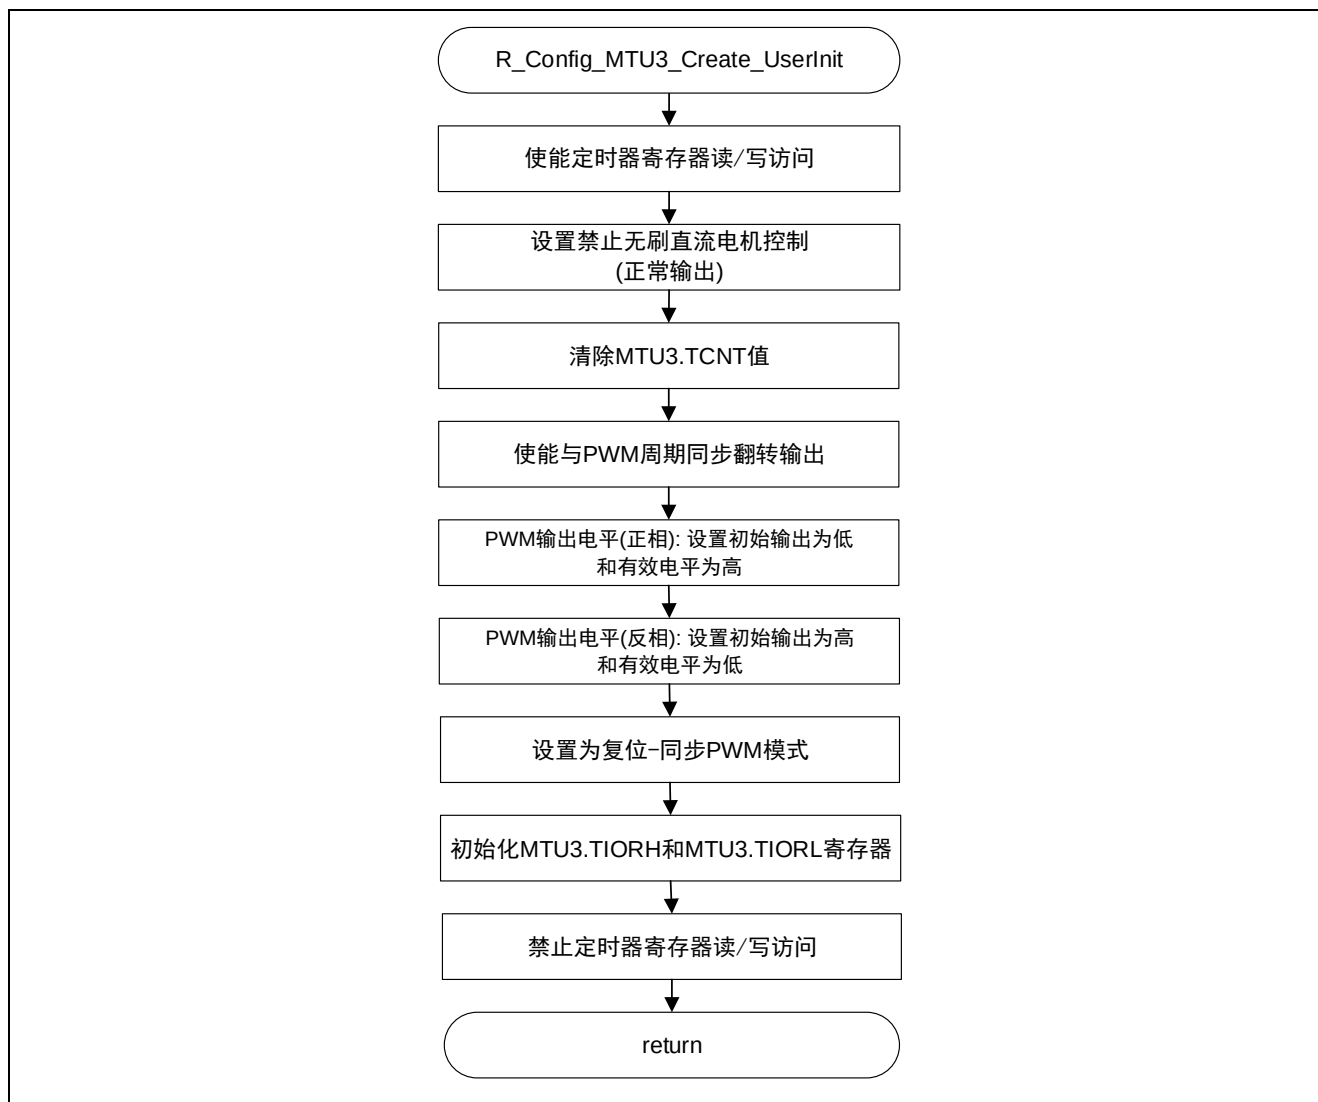

图 3.50 MTU3 用户初始化函数
注：使用正常模式定时器组件生成代码后，在 MTU3 用户初始化函数 R_Config_MTU3_Create_UserInit 中设置复位同步 PWM 模式。有关寄存器设置的详细信息，请参考图 3.50。
- 注 1: 使用正常模式定时器组件生成的代码输出 TIOR 寄存器设置。复位同步 PWM 模式的 PWM 输出电平在 TOCR1A 寄存器中设置, 而不是在 TIOR 寄存器中设置。因此, 不需要初始化 TIOR 寄存器, 并分别在用户初始化函数 `R_Config_MTU3_Create_UserInit` 和 `R_Config_MTU4_Create_UserInit` 中设置 TOCR1A 寄存器。有关 `R_Config_MTU3_Create_UserInit` 函数的详细信息, 请参考图 3.50, 有关 `R_Config_MTU4_Create_UserInit` 函数的详细信息, 请参考图 3.51。
在此示例代码中，对于使用正常模式定时器组件生成的代码，必须在 MTU3 用户初始化函数 R_Config_MTU3_Create_UserInit 中将定时器模式设置改变为复位同步 PWM 模式。有关 R_Config_MTU3_Create_UserInit 函数的详细信息，请参考图 3.50。